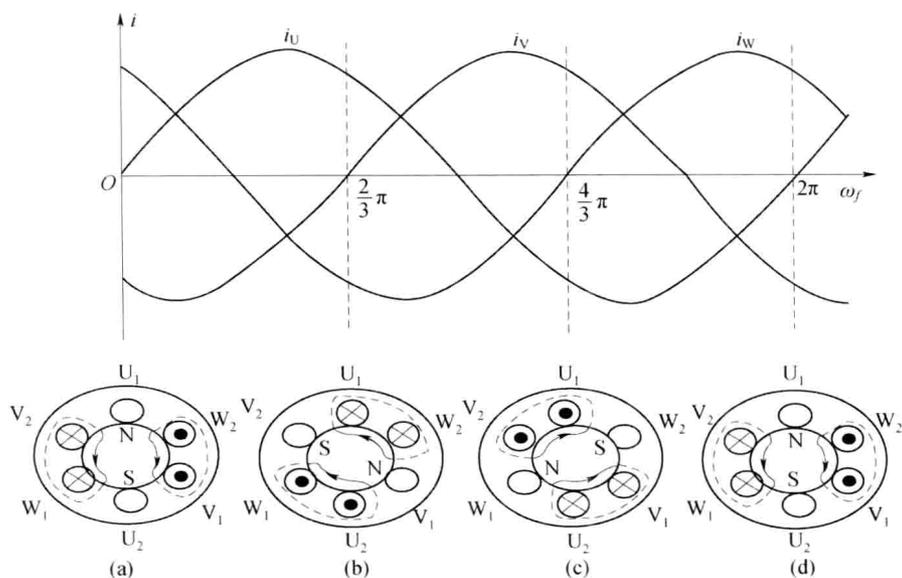

图 1-2 旋转磁场
(1) 旋转磁场 (见图 1-2)。
(2) 转子是闭合导体。